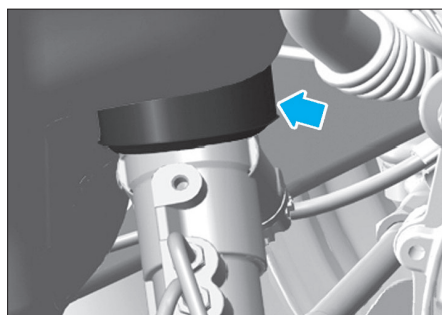

FIG. 125
- Avant la repose du berceau avec le mécanisme de direction, veiller à ce que le joint sur le mécanisme de direction vienne en appui sur la plaque de montage sans être plié. ceci afin qu'il étanche correctement l'orifice donnant accès au plancher contre toute pénétration d'eau et/ou de bruits (Fig.125).